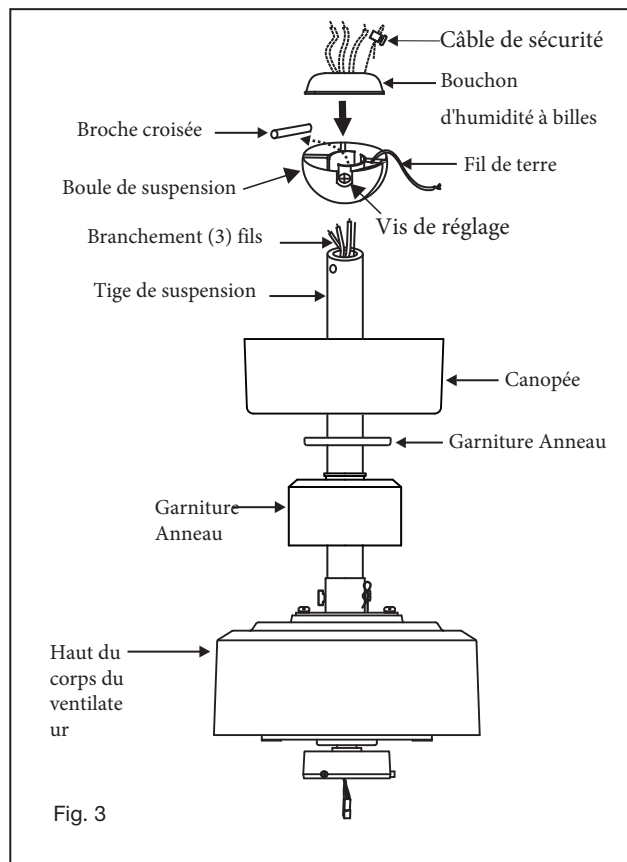

Fig. 3
Glissez le couvercle de joug, l'anneau de garniture et l'auvent sur la tige de suspension. (Fig. 3)
Faites passer les fils à travers les trous du capuchon anti-humidité de la boule en caoutchouc et faites glisser le capuchon sur le dessus de la boule. (Fig. 3)
- 1 Retirez la plaque murale existante et l'ancien interrupteur de la boîte de prise murale. (Fig. 3)